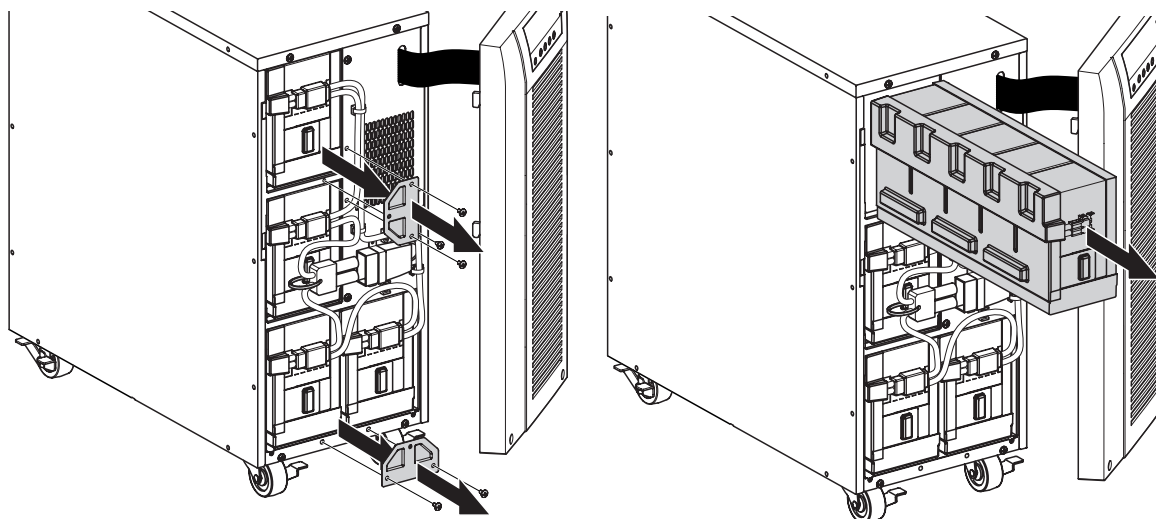

Figure 30. Libération des packs batteries.
4. Enlevez les plaques de métal pour libérer le pack batterie (voir figure 30).